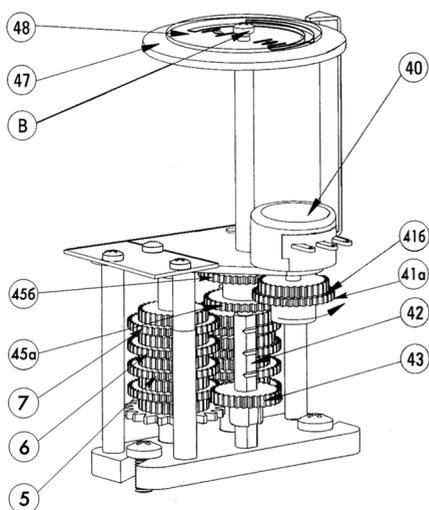

Рис. 4 Индикатор положения затвора арматуры
Индикатор положения затвора арматуры (16) (рис. 1) состоит из набора установочных шестерен, потенциометра (40) (рис. 4), регулируемых дисков с указателем положения затвора (47, 48). На стержне (42) имеется 4 зубчатых зацепления, позволяющих фиксировать шестерню (43), для трехступенчатой индикации положения затвора арматуры.